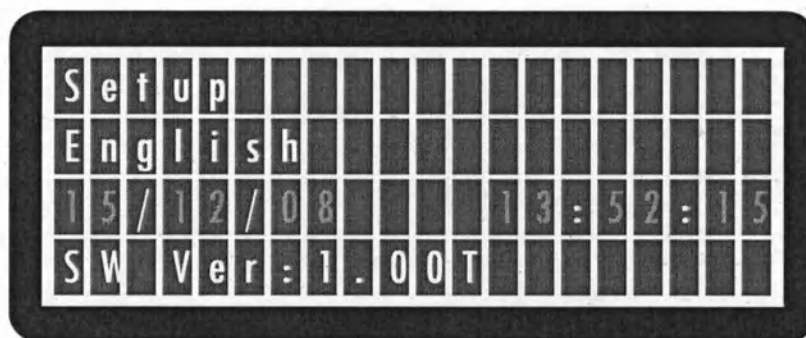

Рисунок 8. Выбор времени и даты
- Когда выбранное поле начнет мигать, нажмите на кнопку 'OK' для осуществления выбора (Дата, Часы реального времени) (Рисунок 8).